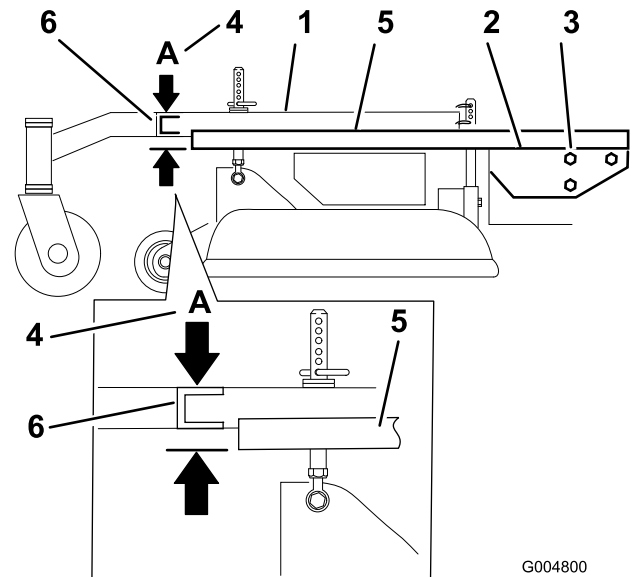

Figura 54
3. Coloque una regla larga en la parte superior de la plataforma del motor según se ilustra en la Figura 54.
4. En la ranura transversal del bastidor de tiro, mida la altura en la posición **A** (Figura 54). Debe ser de 33 mm (1-5/16 pulg.), con una tolerancia de más o menos 6 mm (1/4 pulg.).
6. Afloje los pernos de montaje del bastidor de tiro en los dos lados de la máquina (Figura 54).
7. Alinee el bastidor de tiro y la plataforma del motor para que tengan una altura de 33 mm (1-5/16 pulg.), con una tolerancia de más o menos 6 mm (1/4 pulg.) en la posición **A** (Figura 54).